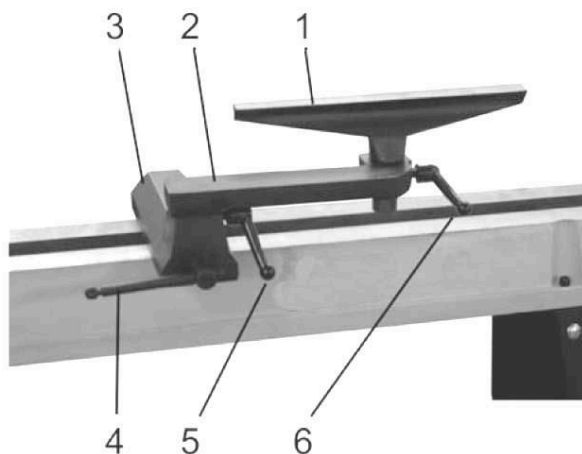

Рис. 14
Резцедержатель (Рис. 14)
Рис. 14а
- Резцедержатель 1 (Рис. 14) можно использовать с вращающимся кронштейном 2 (Рис. 14) или без него.
- Для перемещения опоры резцедержателя (3) ослабьте ручку фиксации опоры резцедержателя 4 (Рис. 14) и переместите опору резцедержателя вправо или влево, назад или вперед. Затяните ручку фиксации опоры резцедержателя 4 (Рис. 14) после того, как резцедержатель установлен в нужное положение.
- При использовании вращающегося кронштейна 2 (Рис. 14) необходимые регулировки выполняются с помощью фиксирующих ручек 5 (Рис. 14) и 6 (Рис. 14) для установки резцедержателя в нужное положение.
- Затяните все ручки фиксации 4-5-6 (Рис. 14) и убедитесь, что существует достаточный зазор между рабочей деталью и узлом резцедержателя перед включением станка.
- Резцедержатель можно также перемещать на удлинитель станины для использования поворотов передней бабки (только для станка 5520) (Рис.14а).